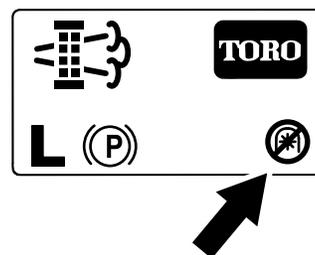

Figura 51
**Nota:** Sulla schermata Home viene visualizzata l'icona di disabilitazione della PDF (Figura 51).
**Nota:** Sulla schermata Home viene visualizzata l'icona di disabilitazione della PDF; fate riferimento a Figura 51 in Messaggi relativi alla rigenerazione parcheggiata \(pagina 37\).